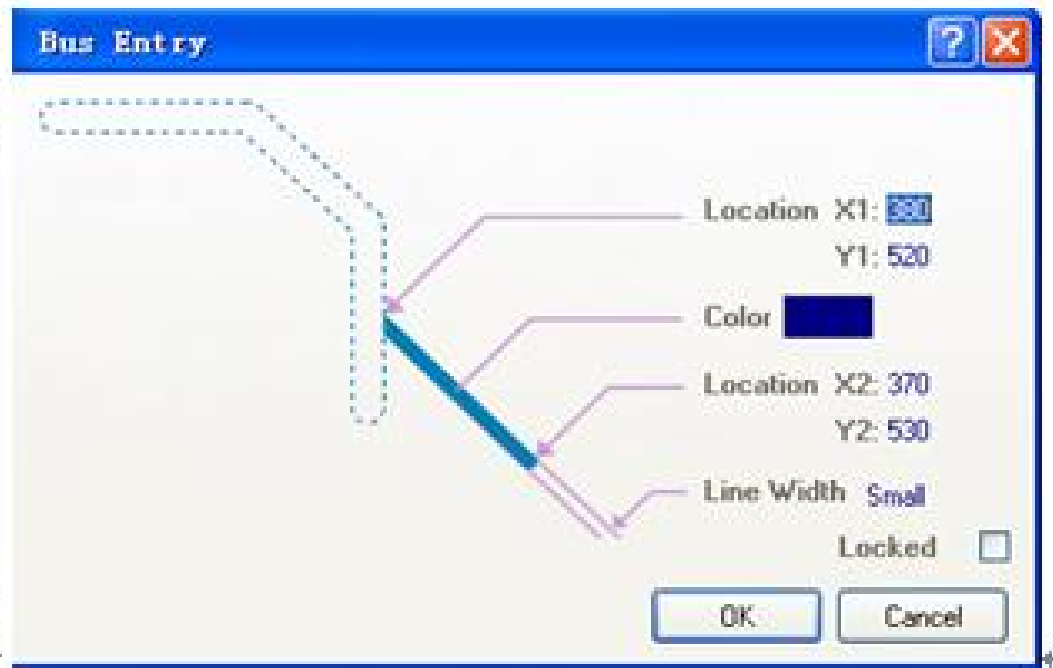

图 3-80 总线入口属性对话框
- 3) 设置总线入口的属性。存放置总线入口分支线的过程中,用户可以对总线入口分支线的属性进行设置。双击总线入口或在光标处于放置总线入口的状态时按**Tab**键,弹出如图3-80所示的**Bus Entry**总线入口对话框,件该对话框中可以对总线分支线的属性进行设置。